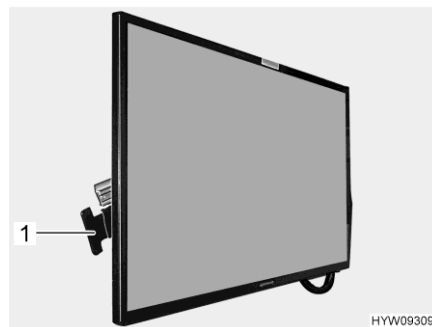

Fig. 63 Schermo piatto (scorrevole lateralmente)
- Premere e tenere premuta la maniglia (Fig. 63,1) in direzione dello schermo piatto. Lo schermo piatto è sbloccato.